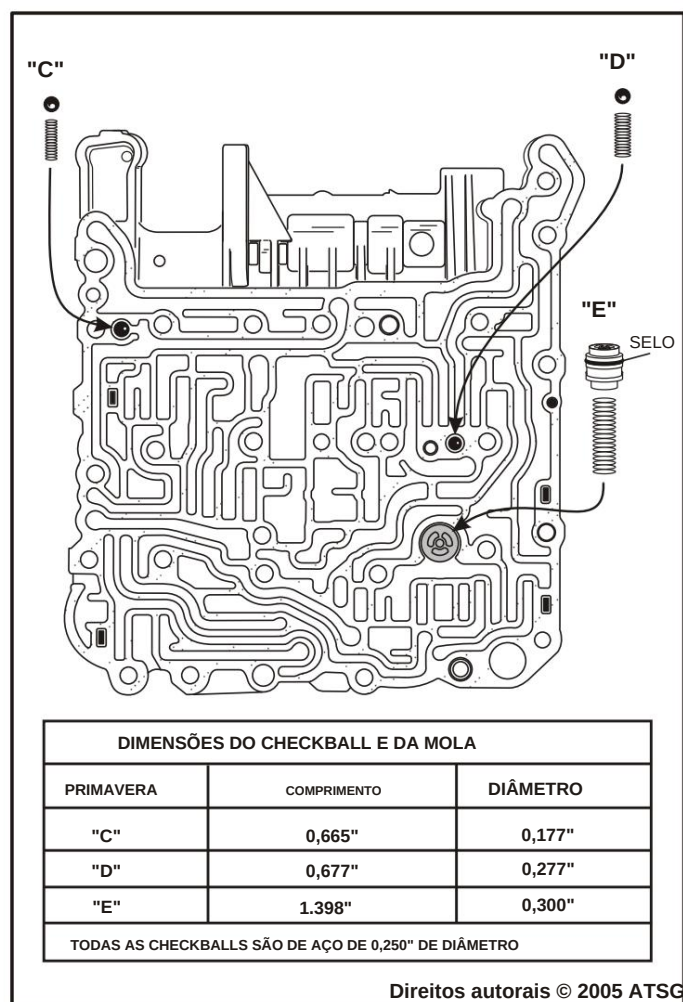

Figura 146
20. Coloque o corpo da válvula principal montado sobre uma superfície de trabalho plana, conforme mostrado na Figura 146.
21. Instale a esfera de retenção "C" e a mola com a mola entrando primeiro, conforme mostrado na Figura 146.
22. Instale a esfera de retenção "D" e a mola com a mola entrando primeiro, conforme mostrado na Figura 146.
23. Instale a nova vedação na válvula de amortecimento "E" e instale o conjunto com a mola entrando primeiro, conforme mostrado na Figura 146.
Nota: As dimensões da mola e da esfera de retenção são mostradas na Figura 146.